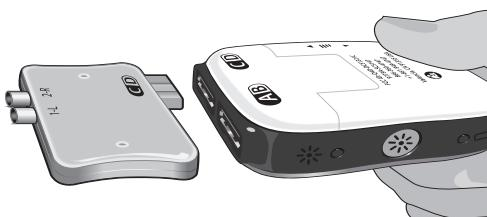

Рис. 8. Подключение адаптера ETS к внешнему пробному стимулятору 2
3. Подключите адаптер ETS к разъему внешнего пробного стимулятора 2 с маркировкой CD (рис. 8).